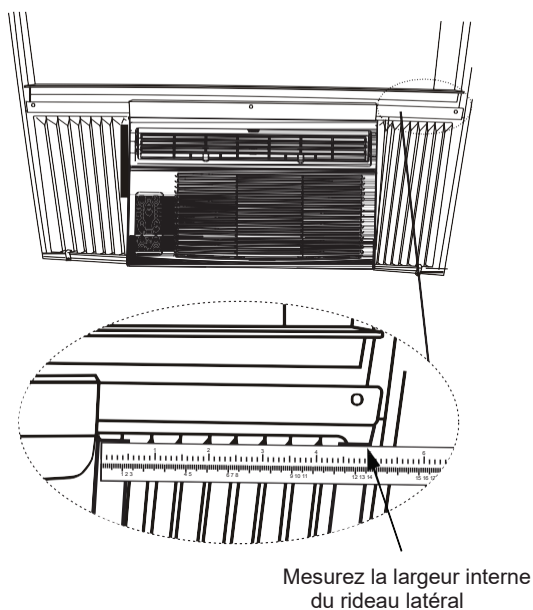

Fig. 20
Étape 1. Une fois l'appareil installé sur la fenêtre, mesurez la largeur intérieure du rideau latéral, comme indiqué (Fig. 20).